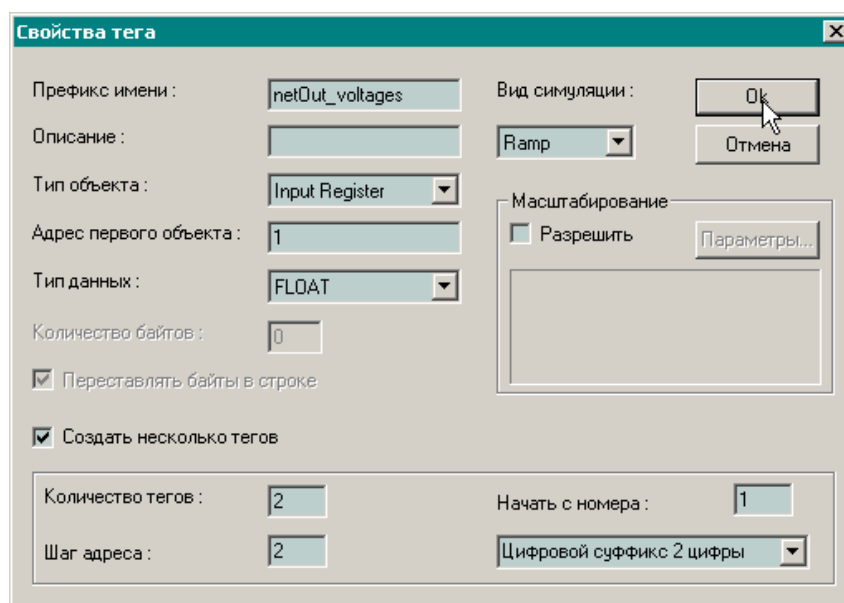
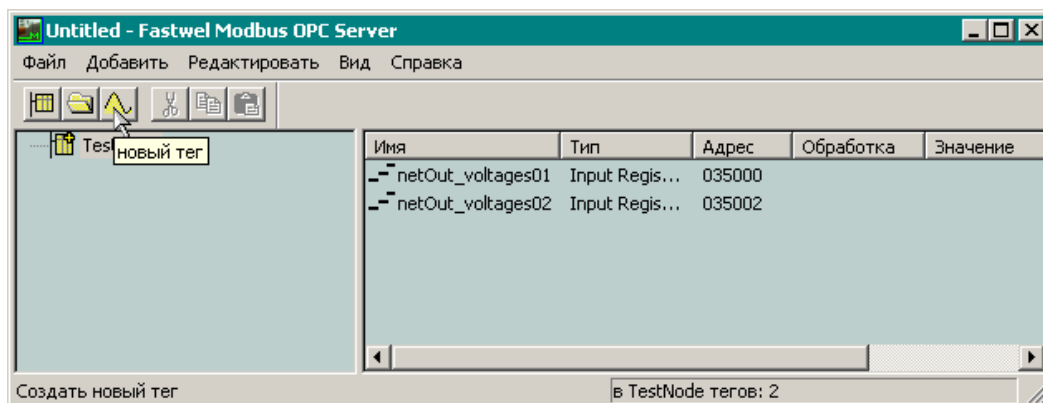

Рис. 71. Диалоговая панель Свойства тега при создании тегов, соответствующих значениям на каналах модуля аналогового ввода
Рис. 72. Главное окно OPC-сервер после создания тегов, соответствующих значениям на каналах модуля аналогового ввода
- Для добавления тегов, через которые будут приниматься значения на каналах модуля аналогового ввода, нажмите кнопку  или выполните команду меню **Добавить—Новый тег**. На экране появится диалоговая панель **Свойства тега**, показанная на рис. 71.
- Отметьте флажок **Несколько тегов**, в поле **Префикс имени** введите *netOut_voltages*, в поле **Адрес первого объекта** – 1, выберите тип данных *FLOAT* для добавляемых объектов в поле **Тип данных**, а в полях **Количество тегов** и **Шаг адреса** введите значения 2, как показано на рис. 71. Это означает, что сервер автоматически создаст два тега действительного типа одинарной точности, которые будут получаться у Modbus-устройства командой группового чтения четырех регистров, начиная с адреса 5000. Закройте диалоговую панель нажатием кнопки **Ok**. Имена тегов *netOut_voltages01* и *netOut_voltages02* появятся в правой области главного окна OPC-сервера, как показано на рис. 72.